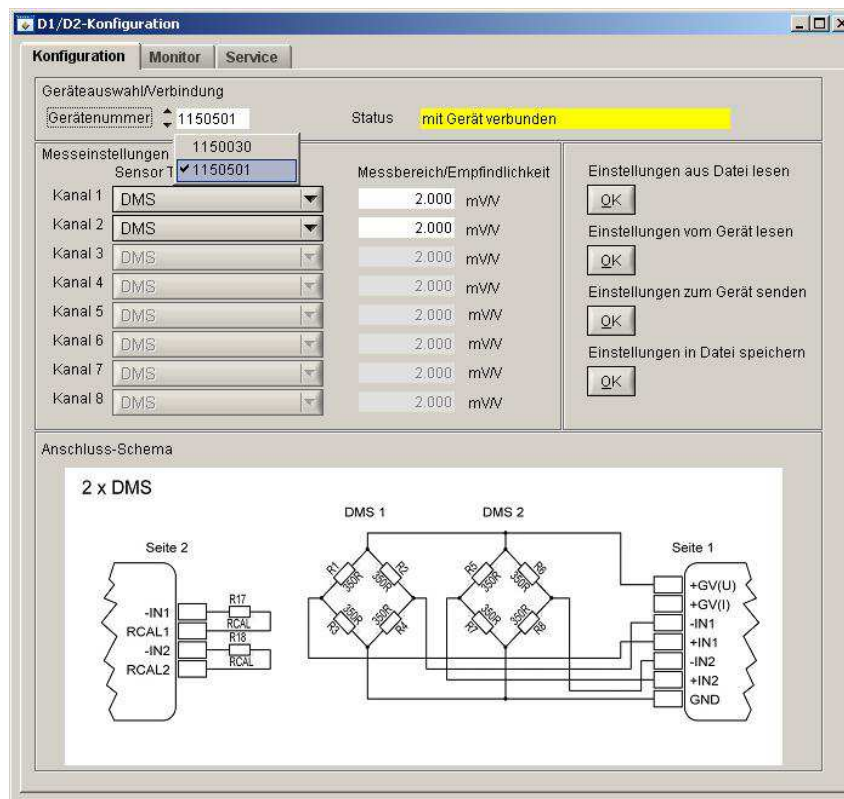

Abbildung 2.8.1-3 Falls mehrere Geräte angeschlossen sind, kann das gewünschte Gerät über die Geräteauswahl ausgewählt werden.
**Abbildung 2.8.1-1** Nach dem Programmstart, steht der Auswahl-Tab auf „Konfiguration“. Falls kein Wiedergabegerät angeschlossen ist, wird dies in der Status-Information entsprechend mit rot hinterlegter Schrift angezeigt. In diesem Zustand ist es nicht möglich eine Konfiguration aus einer „\*.cfg“ Datei zu laden bzw. abzuspeichern.
**Abbildung 2.8.1-2** Sollten ein- bzw. mehrere Wiedergabegeräte angeschlossen sein derzeit maximal acht, wird links die Gerätenummer und rechts mit gelb hinterlegter Schrift die Status Information „mit Gerät verbunden“ angezeigt. Dies ist der Fall, wenn keine Verbindung zum Rotor, besteht.